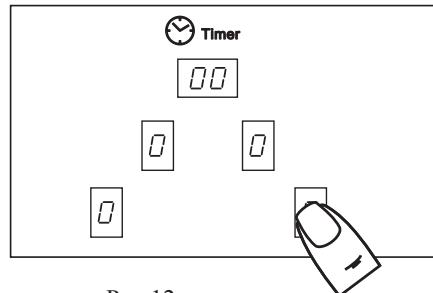

Рис.12
1. Коснитесь зоны ② с обозначением выбранной конфорки, после чего конфорка перейдет в режим управления. В соответствующем окне индикации загорится «0.» (ноль с точкой) (рис.12), во всех остальных окнах - «0»(ноль без точки).